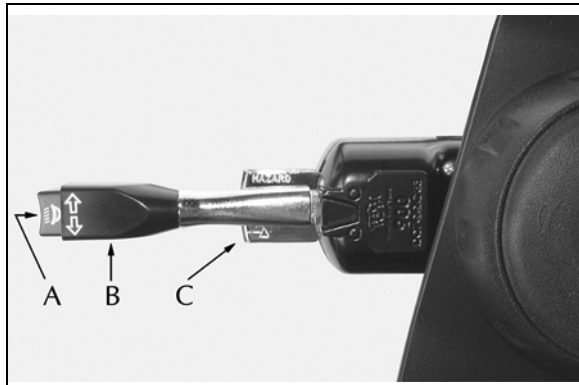

Figure 14
La commande montée sur la colonne sur le tracteur Kalmar a trois fonctions. Elle est placée sur le côté gauche de la colonne de direction (Figure 14).
1. Le déplacement du levier (Figure 14, B) vers l'avant active le signal de clignotant droit. Le déplacement du levier vers l'arrière active le signal de clignotant gauche. Le signal de clignotant ne s'annule pas seul et doit être retourné manuellement à la position centrale (ARRÊT) après avoir été engagé. La flèche verte sur tableau de bord s'allume et clignote lorsque le commutateur est activé.
2. Le bouton à l'extrémité du levier fait fonctionner les feux de route (Figure 14, A). Les feux de routes doivent être sur marche pour que le commutateur fonctionne. Lorsque les feux de route fonctionnent, l'indicateur de feux de route sur le tableau de bord s'allume.
3. Le commutateur à tirer sous le levier active les feux de détresse (Figure 14, C). En tirant le commutateur on allume les feux de détresse. Pour éteindre les feux de détresse, déplacer le levier de clignotant vers l'avant ou vers l'arrière.